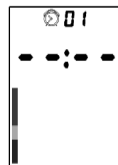

Fig. 4
- Com o dispositivo ligado, em standby, apertar o botão "F" duas vezes para entrar na modalidade de alarme 01 (Fig. 4);